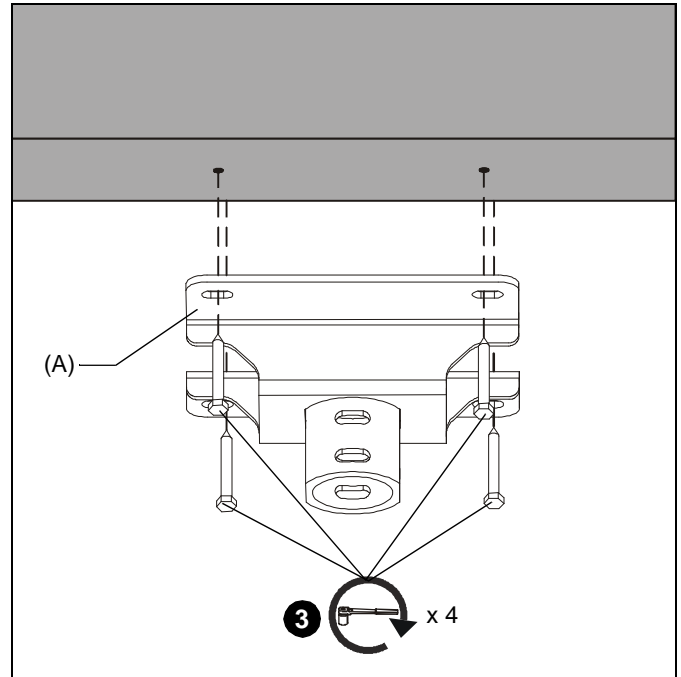
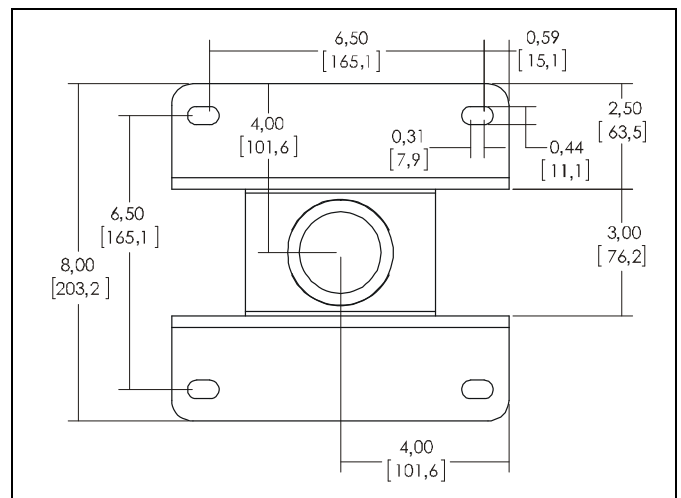

Abb. 2
Abb. 3
3. Führen Sie vier Ankerschrauben (nicht mitgeliefert), Mindestgröße 5/16" x 2-3/4", durch den CPA330 (A) und schrauben Sie sie in die Holzbalkenquerverstrebung. (Siehe Abb. 2) Einzelne Abmessungen: (Siehe Abb. 3).
2. Befestigen Sie die Gewindestangen mit (nicht mitgelieferten) 3/8"ASTM A307-Kontermuttern oder besser und Unterlegscheiben an der CPA-Halterung (jeweils eine innen und außen – nicht mitgeliefert). Einzelne Abmessungen: (Siehe Abb. 3).
1. Verwenden Sie die Deckenplatte (A) als Schablone und zeichnen Sie vier Vorbohrungen an die Decke.
3. Verwenden Sie vier UX10-Dübel (nicht mitgeliefert), um die CPA-Halterung an einer Massivbetondecke zu befestigen. Einzelne Abmessungen: (Siehe Abb. 3).